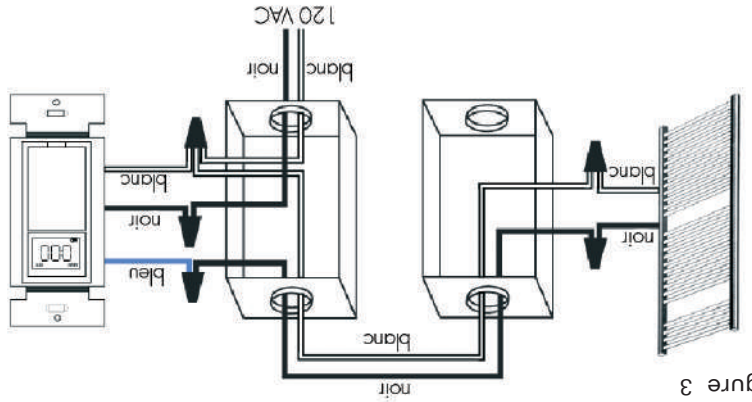

Figure 3
### Rough-in Requirements (see figure 3)
2. Complete all electrical connections as shown in figure 3.
### Exigences générales (voir figure 3)
2. Effectuez toutes les connexions électriques comme indiqué sur la figure 3.